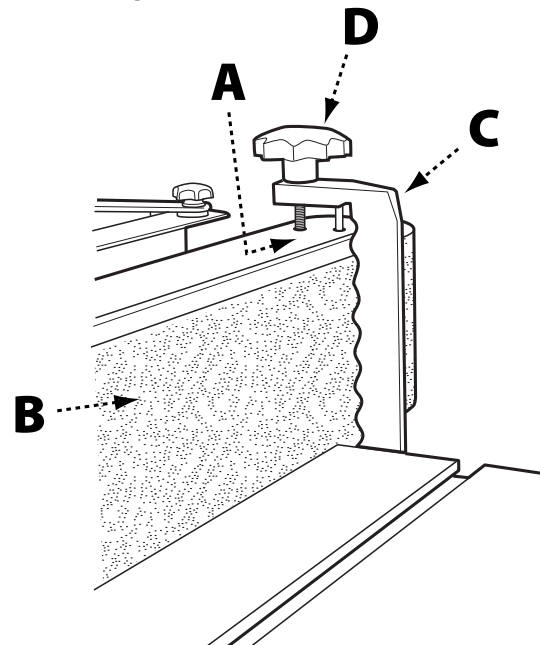

FIGURA 8
1. Busque los dos agujeros (A) en el lado derecho de la parte superior de la placa de lijado. Consulte la Figura 8.
2. Inserte el pasador del apoyo de la pieza de trabajo (C) en el agujero más cercano a la parte frontal.
3. Fije el apoyo de la pieza de trabajo a la placa de lijado atornillando la perilla de bloqueo (35mm) (D) en el agujero inclinado más cercano a la parte posterior.
4. Asegúrese de que el apoyo de la pieza de trabajo esté lo más próximo posible a la banda de lijado (B) sin que llegue a tocarla.